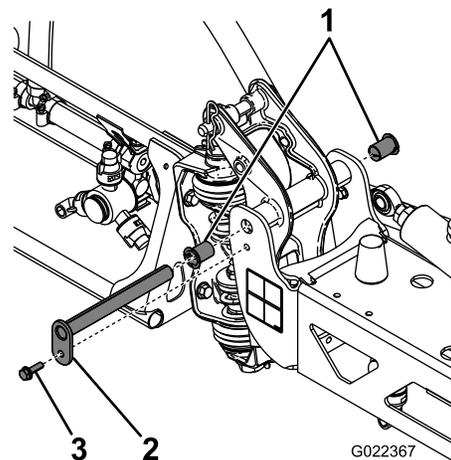

Figura 63
3. Con el peso del brazo apoyado, retire el perno y la tuerca que fijan el pasador de giro al conjunto del brazo (Figura 63).
4. Retire el perno y la tuerca que sujetan el pasador de giro, y retire el pasador (Figura 63).
6. Retire los casquillos de nylon desde delante y desde detrás del soporte del giro, e inspecciónelos (Figura 63).
7. Aplique una pequeña cantidad de aceite en los casquillos de nylon e instálelos en el soporte del pivote (Figura 63).
8. Instale el conjunto de brazo y soporte del pivote en el bastidor central, alineando los orificios (Figura 63).